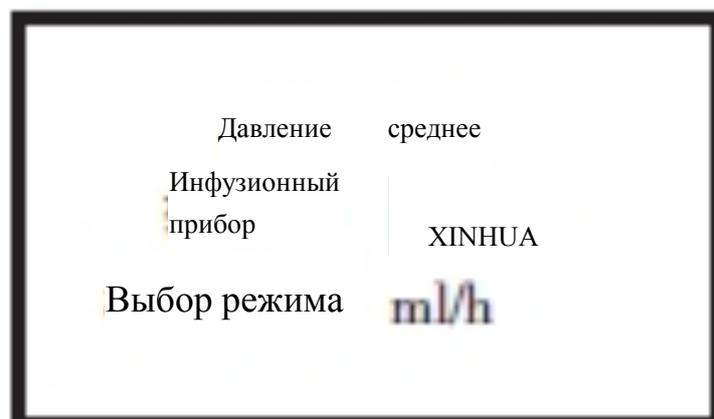

Рис.3
4.5.2. Нажать кнопку «Выбрать», передвинуть курсор на место марки (XINHUA, JIERUI, HONGDA и т.д.) в опции «Инфузионный прибор». Нажать кнопку «Вверх» или «Вниз» и выбрать одну из марок. Отображение при выборе марки «XINHUA» как показано в рис.3.